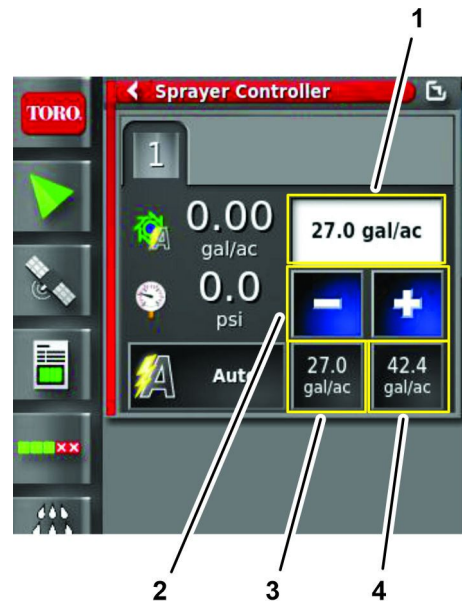

图 159
4. 如果喷洒率错误请选择预设喷洒率以递增方式进行更改或选择当前喷洒率手动输入喷洒速度图 159。